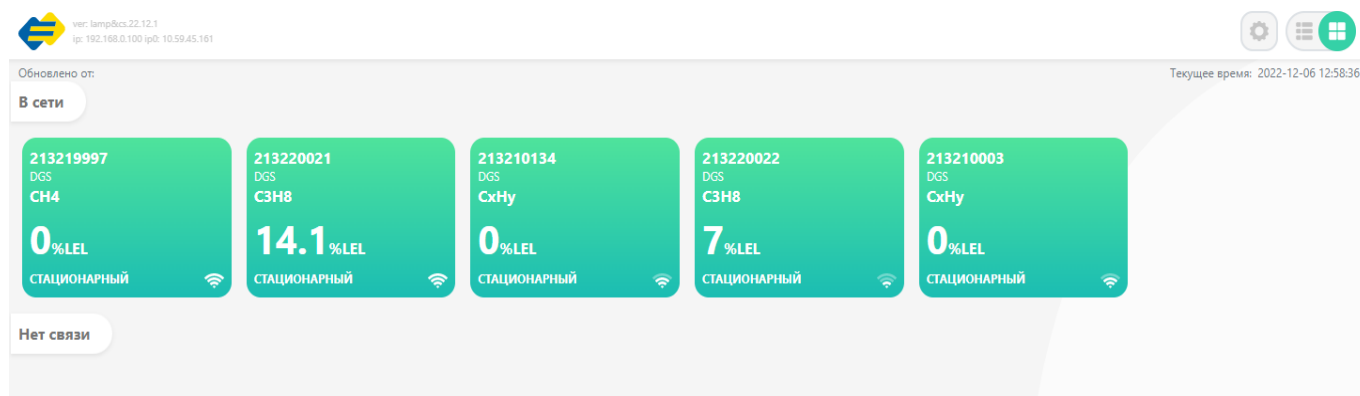

Рисунок 8 – Дисплей в виде значков подключенных устройств
Основной экран сенсорного дисплея может быть представлен как в виде значков подключенных устройств (Рисунок 8), так и виде списка (Рисунок 9):
- **Считать устройство Offline после (сек)** – возможно установить интервал времени считываний после отключения устройства, через установленное время устройство переместится в раздел **Нет связи** (Рисунок 8);